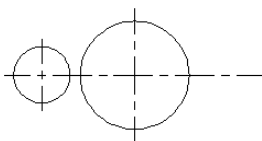

图 3-8 绘制圆
(3) 绘制图形
① 将“轮廓线”图层设置为当前图层，然后单击“默认”选项卡“绘图”面板中的“圆”按钮, 分别捕捉两中心线交点为圆心，指定适当的半径，绘制两个圆，如图 3-8 所示。